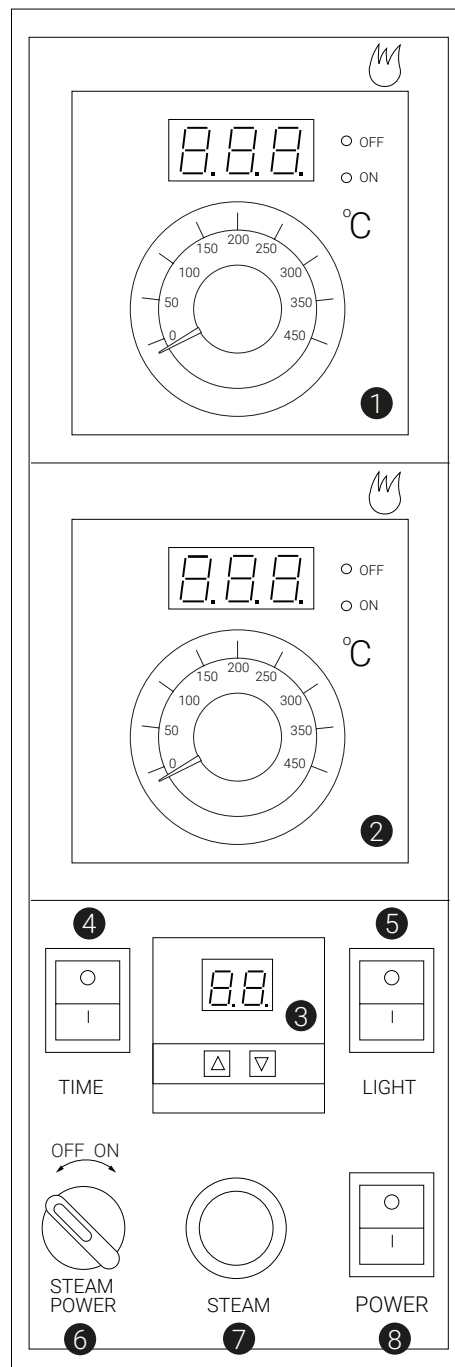

Рис. 8
### Панель управления (рис. 8).
**11.1.** Нажать кнопку включения (отключения) печи 8, после чего в цифровом окне температурного реле для верхнего 1 и нижнего 2 нагревательного элемента наблюдать появление заданной температуры (рис. 8).